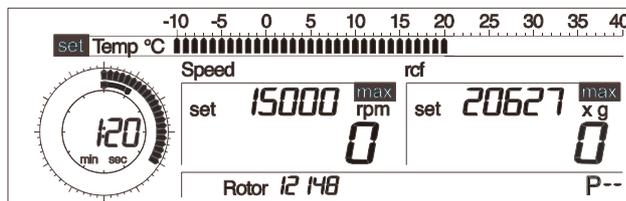

Fig. 5.15 :
- Tournez le bouton rotatif gauche jusqu'à ce que « set » soit affiché devant le paramètre « Temp » (Fig. 5.15).